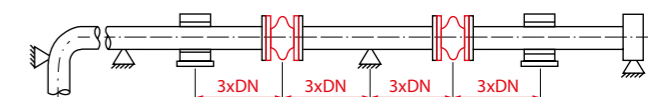

рис. 1
4. Перед началом монтажа необходимо отцентрировать подводящий и отводящий трубопроводы, зафиксировав их на расстоянии не менее 3×DN трубы от компенсатора. (рис. 1)
5. Компенсаторы следует устанавливать непосредственно за неподвижной опорой. За компенсатором следует предусмотреть подвижные опоры (рис. 1).